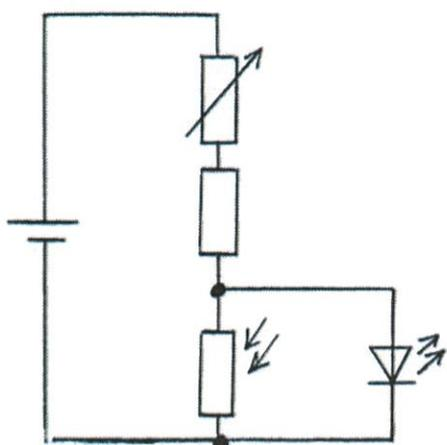

図1
6. 電圧分割（ちょっと理論も）（図1）
この実習も実体配線図→回路図作成という順番で実習を進めた。また、いわゆる電圧分割の考え方も説明した。即ち、CdSに光が当たらないとその抵抗が増し、CdSに掛かる電圧が上昇するということである。図1の回路では、部屋の照明を消すとLEDが光る。これには受講生たちからは「わぁ〜」という歓声が上がった。ここまでくると回路を操っているという楽しさが出てきたことだろう。